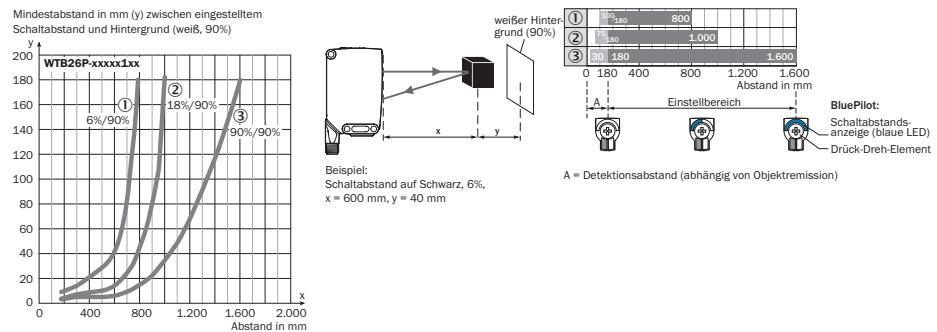

Abbildung 14: Kennlinie 1, WTB26P-xxxxx1xx, Rotlicht
Die minimale Distanz (= y) für die Hintergrundausblendung kann aus dem Diagramm [Abbildung 14 ①] wie folgt ermittelt werden: